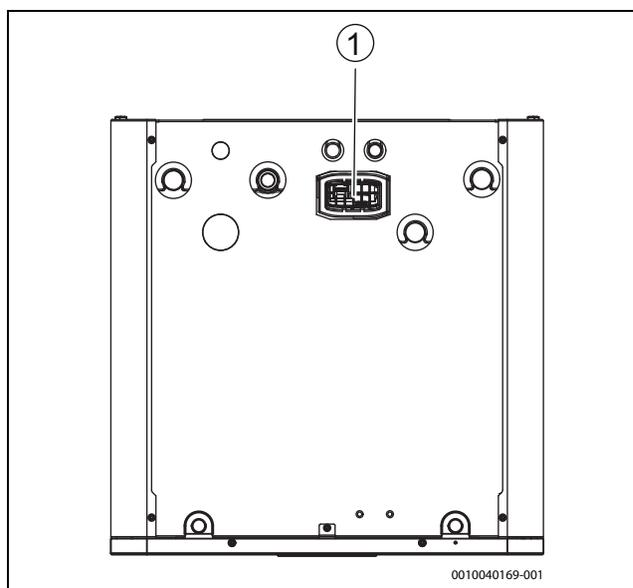

Fig. 17 Placer Connect-Key
- ▶ Placer le module dans le support (→[1], figure 17). Une LED clignotera lorsque le module sera correctement inséré.